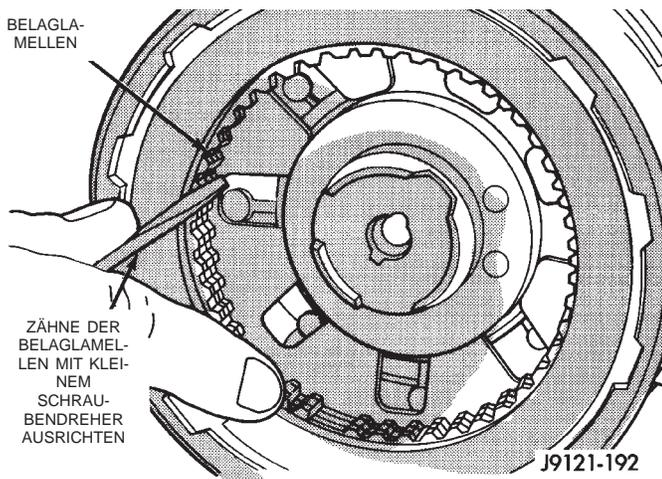

Abb. 102 Mitnehmer an den Belaglamellen der hinteren Kupplung ausrichten
(29) Mitnehmerverzahnung der Belaglamellen in der hinteren Kupplung mit einem kleinen Schraubendreher ausrichten (Abb. 102). Dadurch wird die Montage auf dem vorderen Planetenträger erleichtert.